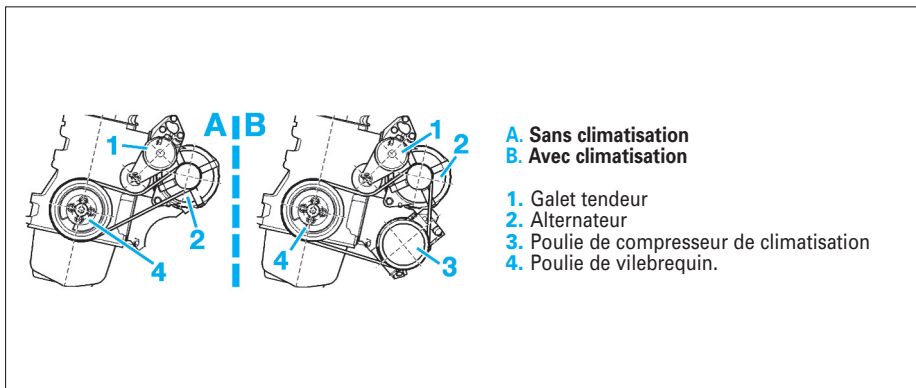

Fig. 15
- Procéder à la repose de la courroie d'accessoires (Fig.15).